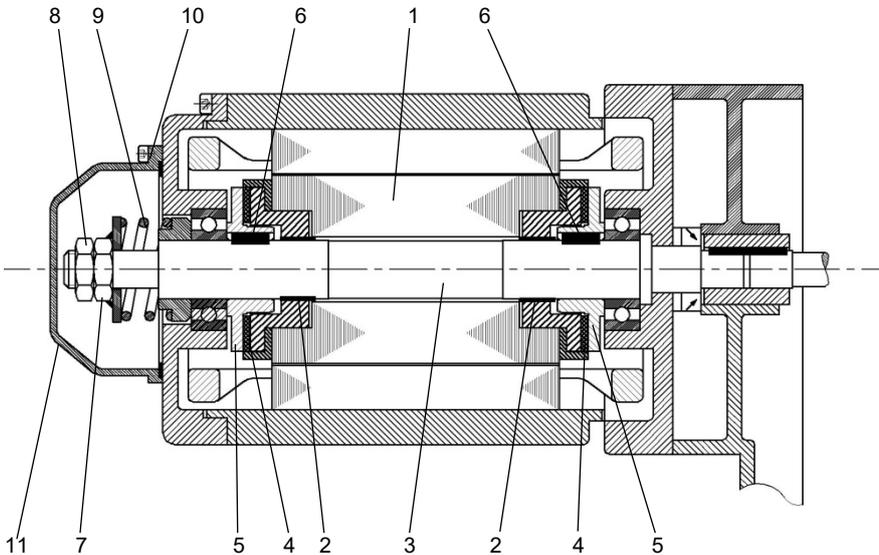

Bild 46 Aufbau der Rutschkupplung am Feinhubmotor der Bauform 9.1
**Hinweis:** Die Rutschkupplung der Bauformen 1-1.3 und des Feinhubmotors der Bauform 9.1 ist ähnlich Bild 46 beidseitig des Läuferkörpers angeordnet.
(aufgeführte Teil Nummern beziehen sich auf Bild 46 )